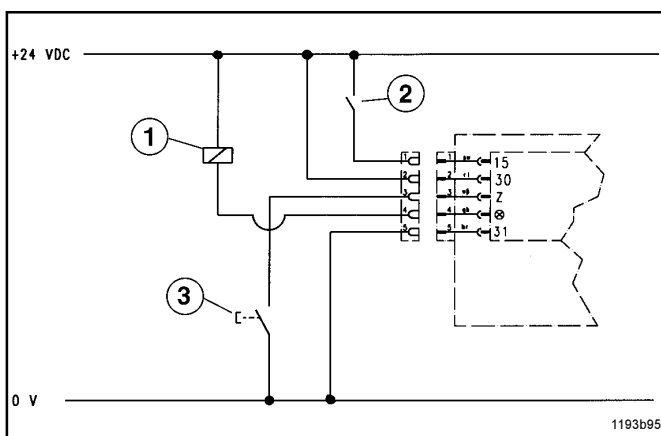

Fig. 5: - Schéma des connexions
- Un relais raccordé extérieurement (voir Fig. 5) est activé et signale que la pompe de graissage centralisé 203 est prête à fonctionner.